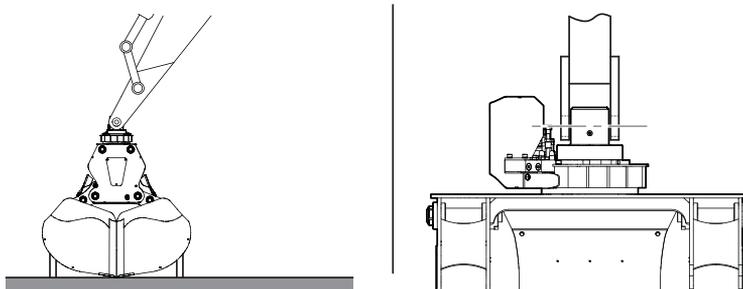

Рис. 5
2. Совместите отверстие крепления оборудования с отверстием рукояти и заглушите двигатель базовой машины (рис. 5)..